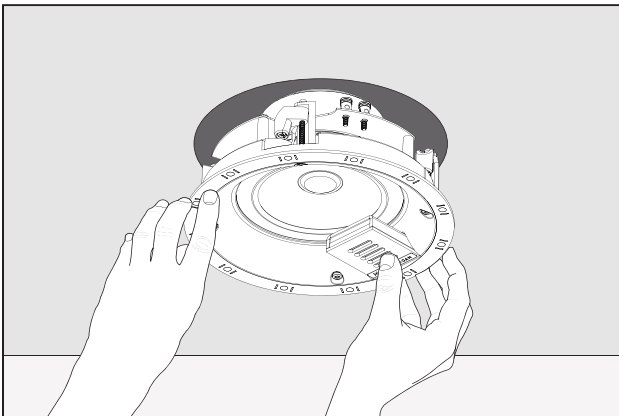

Fig. 5c
9. アセンブリを天井または壁の穴にゆっくりと押し込みます (Figs. 5c & 6d)。